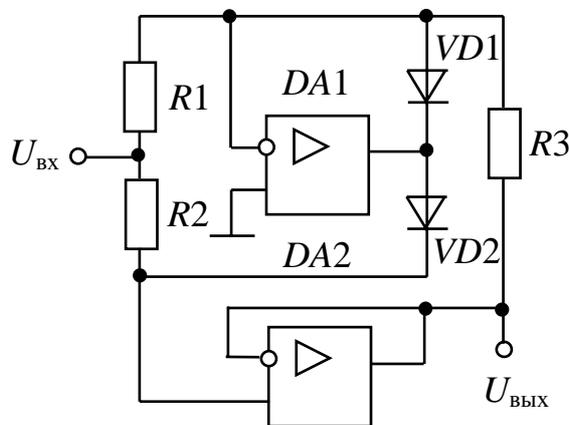

Рис. 3 – Выпрямитель среднего значения
3. Собрать устройство, показанное на рис. 3 при $R1=R2=R3=10$ кОм. Подать на вход синусоидальный сигнал амплитудой $(1+N)$ В и частотой 1 кГц. Снять и объяснить осциллограммы напряжений $U_{ВХ}$, $U_{ВЫХ}$ и сигнала на выходе операционного усилителя $DA1$. Что произойдет при увеличении сопротивления резистора $R3$ в два раза? Посмотреть осциллограммы сигналов при треугольной форме входного напряжения.